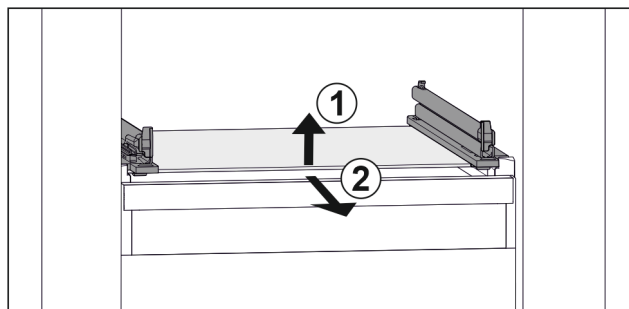

Fig. 78 Vejledende visning af glaspladen
- Løft glaspladen foran. Fig. 78 (1)
- Tag glaspladen ud fremefter. Fig. 78 (2)